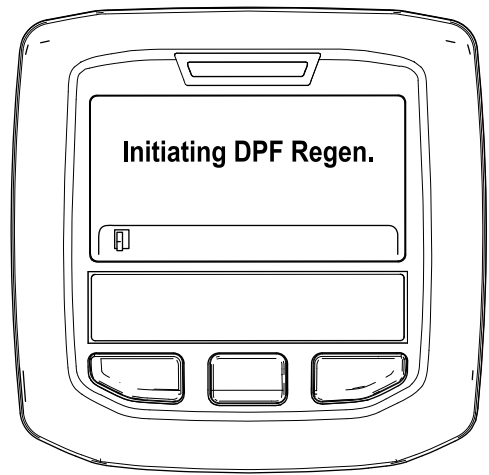

Figura 31
- A. Viene visualizzato il messaggio "Inizializzare Rigen. FAP" (Figura 31).